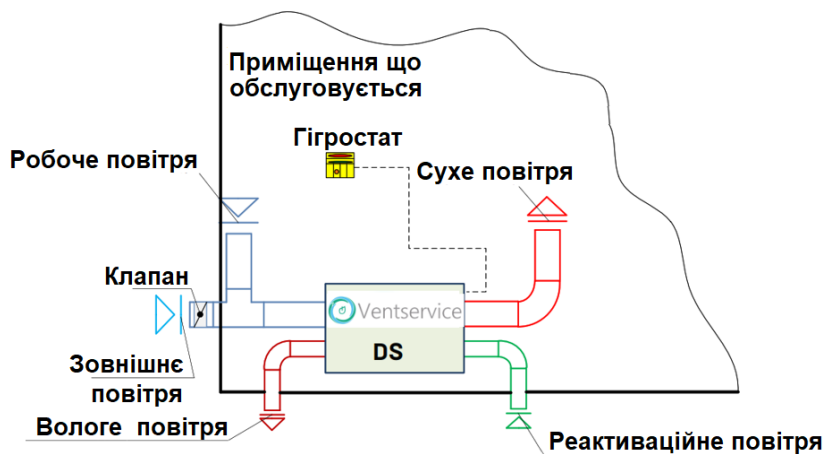
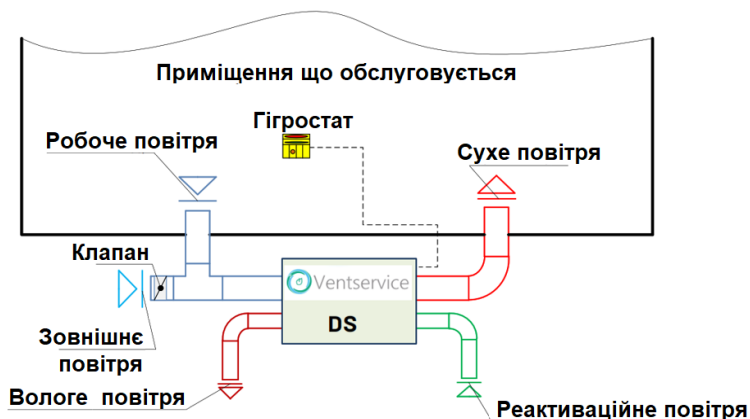

Рисунок 9.5 – Робота осушувача за "замкнутою" схемою з підмішуванням свіжого повітря (внутрішній варіант)
Рисунок 9.6 – Робота осушувача за "замкнутою" схемою з підмішуванням свіжого повітря (зовнішній варіант)
- Робота осушувача в "замкнутому" контурі з підмішуванням зовнішнього повітря (встановлення всередині приміщення) — див. **Рисунок 9.5**;
- Робота осушувача в "замкнутому" контурі з підмішуванням зовнішнього повітря (встановлення зовні приміщення) — див. **Рисунок 9.6**;
Рисунок 9.5 – Внутрішнє встановлення осушувача під час роботи в режимі рециркуляції ("замкнений" контур) з підмішуванням свіжого зовнішнього повітря. Цей варіант актуальний у випадках, коли необхідно провітрювати приміщення свіжим повітрям або створити надлишковий тиск у обслуговуваному приміщенні для запобігання неконтрольованому надходженню зовнішнього повітря. Повітропровід для забору зовнішнього повітря має бути оснащений ручним або автоматичним регулювальним клапаном для контролю кількості подачі свіжого повітря.
Рисунок 9.6 – Зовнішнє встановлення осушувача під час роботи в режимі рециркуляції ("замкнений" контур) з підмішуванням свіжого зовнішнього повітря. Відрізняється від п'ятого варіанту (див. Рисунок 9.5) лише місцем розташування осушувача.